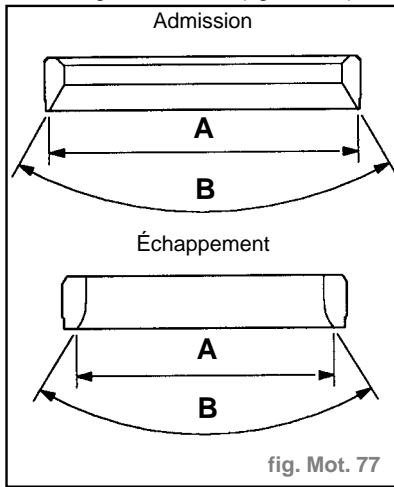

fig. Mot. 77
- A l'aide d'une fraise pilotée appropriée, rectifier le siège rapporté à l'inclinaison et la largeur correctes (fig. Mot 77) :